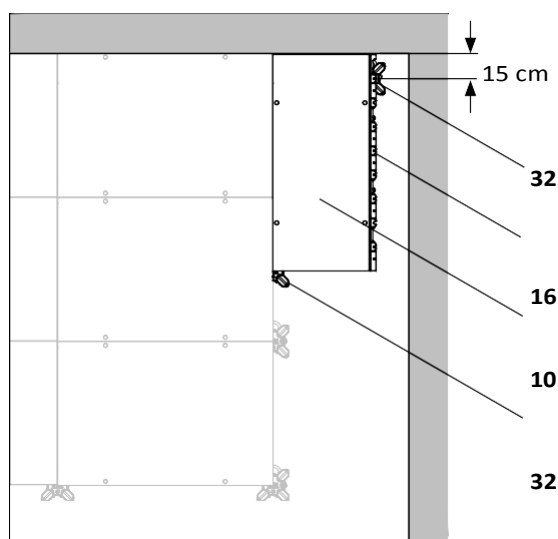

Fig. D3.02a
3. Поставете подпора с преподпираща глава DFH (32) наклонета навътре в края на елемента и я изправете навън. Разстояние от стената 15 cm. (Fig. D3.02a)